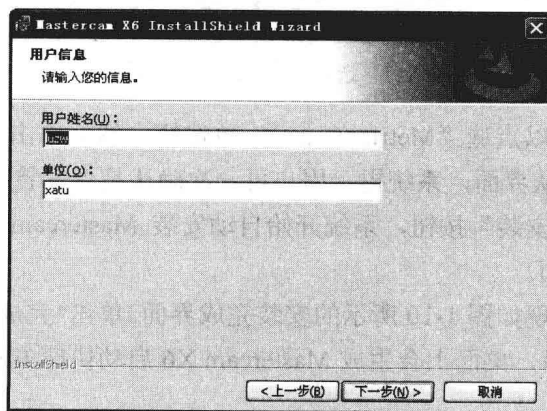

图 1-5 “用户信息” 界面
STEP 05 选中“我接受该许可证协议中的条款”单选钮，单击“下一步”按钮，出现如图 1-5 所示的“用户信息”界面。